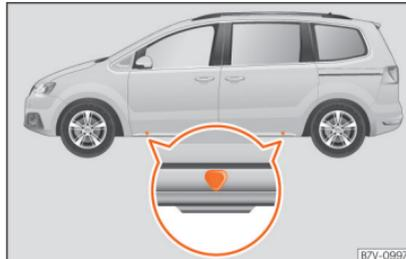
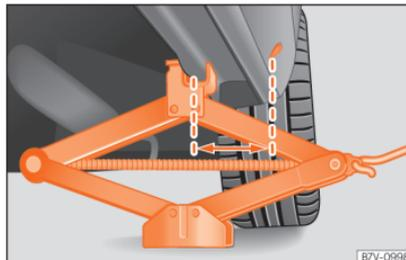

Abb. 71 Aufnahmepunkte für den Wagenheber.
Abb. 72 Wagenheber hinten an der linken Fahrzeugseite angesetzt.
Der Wagenheber darf nur an den gezeigten Aufnahmepunkten (Markierungen in der Karosserie) angesetzt werden »» **Abb. 71**. Die Markierung zeigt die Position der Aufnahmepunkte **unter** dem Fahrzeug an. Die Aufnahmepunkte befinden sich an Stegen, die **hinter** den vorderen Kanten liegen »» **Abb. 72**. Es gilt der Aufnahmepunkt, der sich bei dem jeweiligen Rad befindet »» **⚠**.
6. Den Aufnahmepunkt für den Wagenheber »» **Abb. 71** unter dem Fahrzeug suchen, der dem zu wechselnden Rad am nächsten liegt.
8. Sicherstellen, dass der Wagenheberfuß mit der ganzen Fläche sicher auf dem Boden steht und sich genau unter dem Ansetzpunkt befindet »» **Abb. 72**.
9. Den Wagenheber ausrichten und gleichzeitig die Wagenheberklaue weiter hochkurbeln, bis die Klaue den Steg unter dem Fahrzeug umfasst »» **Abb. 72**.
- Wagenheber nur an den beschriebenen Stellen ansetzen. Die Klaue des Wagenhebers muss den Steg des Unterholms sicher umfassen »» **Abb. 72**.